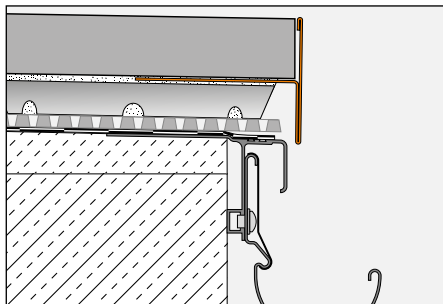

Fig. 3
3.3 Lors de l'utilisation des disques de coffrage Schlüter-TROBA-STELZ-MR (fig. 3), le profilé Schlüter-BARA-RT est posé sur les plots de mortier. Le profilé de rive masque le chant du revêtement et les disques. Les dalles autoportées sont ensuite posées sur l'aillette de fixation.